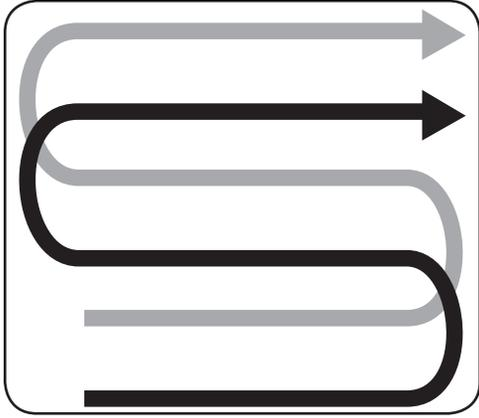

Figure 4-5
- Lorsque vous préparez un lit de semences, effectuez le même passage deux fois sur la première rangée, puis chevauchez les rangées suivantes d'une demi-largeur de motoculteur. Voir Figure 4-5.